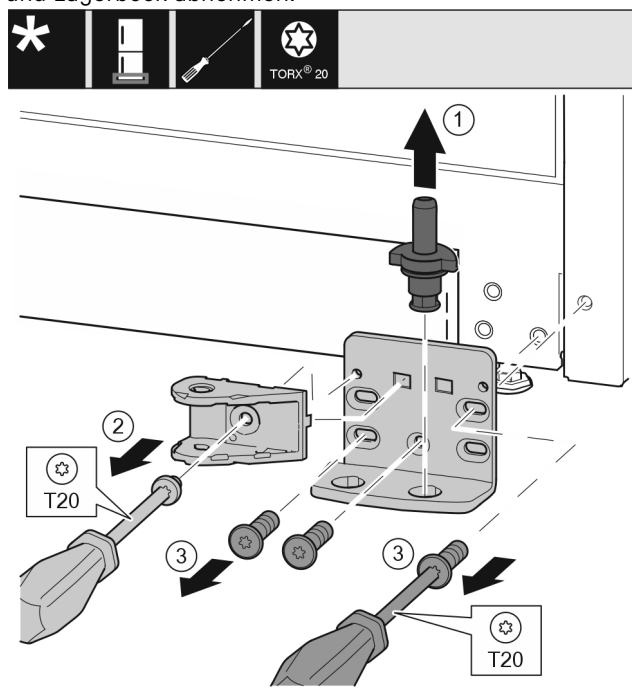

Fig. 40*
- ▶ Lagerbolzen Fig. 40 (1) komplett nach oben herausziehen.*
- ▶ Schraube Fig. 40 (2) mit Schraubendreher herausdrehen und Schließdämpferverbindung abnehmen.*
- ▶ Schrauben Fig. 40 (3) mit Schraubendreher herausdrehen und Lagerbock abnehmen.*